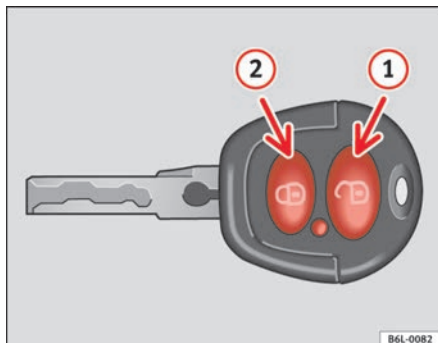
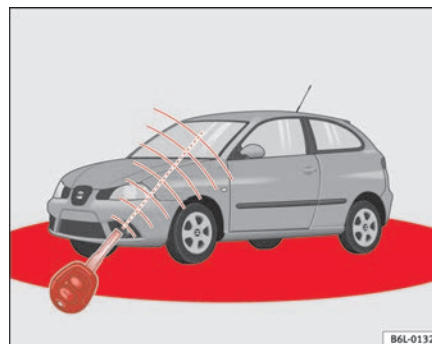

Abb. 48 Tastenbelegung
Abb. 49 Wirkungsbereich der Funkfernbedienung
Die Abbildung zeigt den Wirkungsbereich (rote Bereiche) ⇒ Abb. 49 der Funkfernbedienung. Die maximale Restreichweite ist abhängig von verschiedenen Faktoren.
Richten Sie die Funk-Fernbedienung zum **Entriegeln** innerhalb des Wirkungsbereichs auf das Fahrzeug und betätigen Sie kurzzeitig die Entriegelungstaste  ⇒ Seite 83, Abb. 48 . Die Blinker blinken zweimal auf. Zum **Verriegeln** des Fahrzeugs drücken Sie kurzzeitig die Taste  ⇒ Seite 83, Abb. 48 . Die Blinker blinken einmal auf.
Bei **zweimaligem** Betätigen der Schließstaste  ⇒ Seite 83, Abb. 48  deaktivieren Sie Ihre SAFE-Sicherung (doppelte Verriegelung) und die Innenraumüberwachung\*. Die externe Warnanlage\* bleibt aktiviert, die Kontrollleuchte leuchtet weiter.
Bei einmaligem Drücken der Taste  ⇒ Seite 83, Abb. 48 , wird nur die Fahrertür geöffnet. Alle anderen Türen bleiben verriegelt.
Bei zweimaligem Drücken der Taste  ⇒ Seite 83, Abb. 48  werden alle Türen entriegelt.
- Die Funkfernbedienung funktioniert nur, wenn Sie sich im Wirkungsbereich befinden ⇒ Seite 83, Abb. 49 (rote Fläche).
- Verwenden Sie die beiden Schlüssel, die mit dem Fahrzeug ausgehändigt werden, den Funkschlüssel und den normalen Schlüssel ⇒ Seite 83, Abb. 48 ⇒ Seite 83, Abb. 49.
- Halten Sie gleichzeitig die Taste  ① des Schlüssels mit Funkfernbedienung gedrückt.